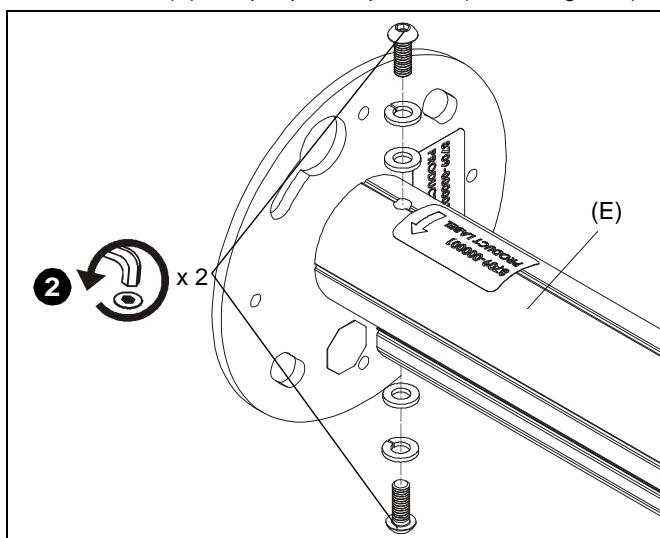

Figure 2
2. Retirez deux vis à tête ronde, deux rondelles de sécurité et deux rondelles plates qui fixent la colonne du support de série KITE (E) à la plaque adaptatrice. (Voir la Figure 2)